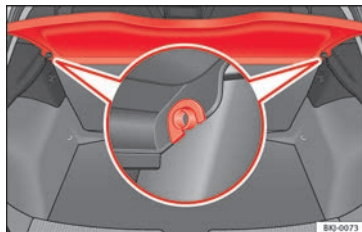

Abb. 161 Im Gepäckraum: Gepäckraumabdeckung aus- und einbauen.
- Drücken Sie die Abdeckung aus den Seitenhalterungen »» **Abb. 161** aus, indem Sie diese nach oben ziehen und herausnehmen.
- Führen Sie die Abdeckung horizontal ein, sodass das „Hufeisen“ über den Achsen der Halter »» **Abb. 161** liegt und drücken Sie die Abdeckung nach unten, bis sie einrastet.